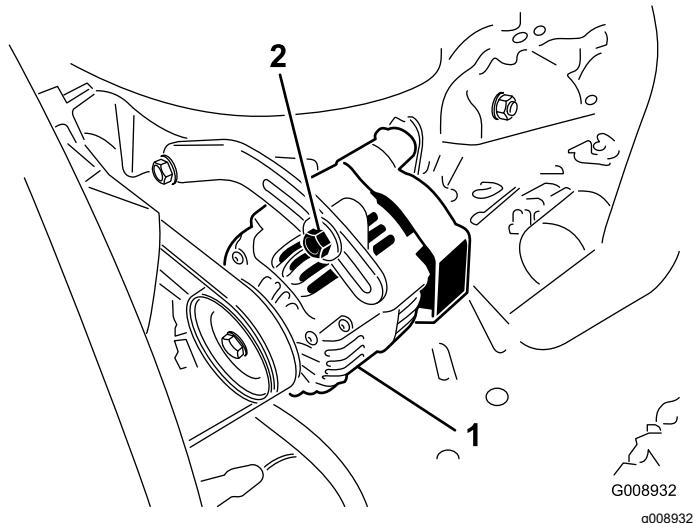

Figure 84
2. Si vous n'obtenez pas une flèche de 10 mm ($\frac{3}{8}$ po), desserrez les boulons de fixation de l'alternateur (Figure 84).